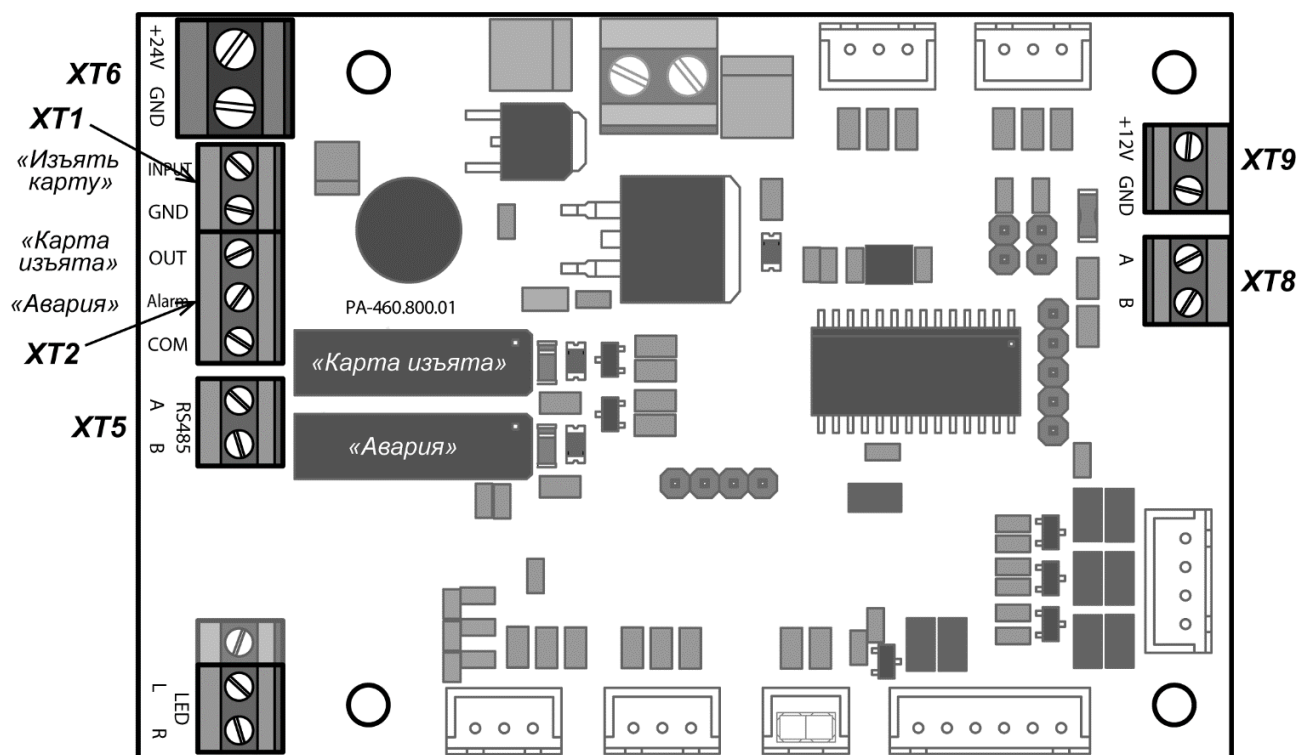

Рисунок 10. Внешний вид платы управления картоприемника
3. Если предъявленная карта является временной картой посетителя и требует изъятия, то контроллер СКУД подаёт управляющий сигнал на вход платы управления картоприемника «*Изъять карту*» (контакт *INPUT XT1*, см. рис. 10). Подсветка щели для приема карт перейдет в режим мигания с частотой 2 раза в секунду, указывая на то, что карта подлежит изъятию.
5. При падении карты в контейнер второй оптический датчик фиксирует факт изъятия карты. В этом случае картоприемник закрывает шторку, подсветка щели для приема карт вновь становится постоянной. Одновременно с выхода платы управления картоприемника «*Карта изъята*» (контакт *OUT XT2*, рис. 10) подается управляющий сигнал, являющийся для контроллера СКУД подтверждением разрешения прохода. По данному сигналу контроллер СКУД разрешает проход в данном направлении (подаёт соответствующий сигнал на механизм управления турникетом) и после прохода через турникет снимает сигнал «*Изъять карту*». По снятию сигнала «*Изъять карту*» картоприемник снимает сигнал «*Карта изъята*».
6. Третий оптический датчик картоприемника отслеживает факт заполнения контейнера картоприемника. При его заполнении картоприемник передает в контроллер СКУД сигнал «Авария» (контакт *Alarm XT2*, рис. 10), подсветка приемной щели картоприемника перейдет в режим мигания с частотой 1 раз в 2 секунды, тем самым предупреждая о необходимости освободить контейнер от изъятых карт. Если контейнер не освобождается, то после приема еще 9 карт работа картоприемника блокируется, подсветка приемной щели гаснет. Разблокировка картоприемника происходит автоматически после освобождения контейнера от карт (порядок выемки и установки контейнера приведен в п. 9.5). Также сигнал «Авария» подается в контроллер СКУД при возникновении неисправностей механизма картоприемника.
Внешний вид платы управления картоприемника показан на рис. 10. На плате расположены клеммные колодки: